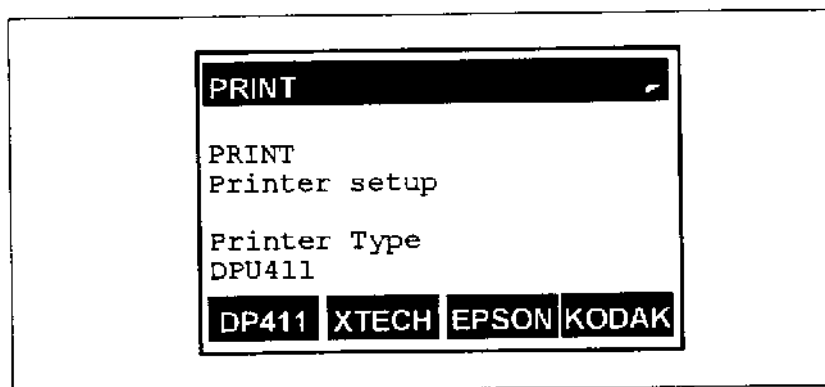

図 7-1： PRNTR を選択した後の表示画面
2. [←]と[→]キーを使用して PRNTR を表示させ、[F1]を押してこれを選択します。図 7-1 のような画面が表示されます。